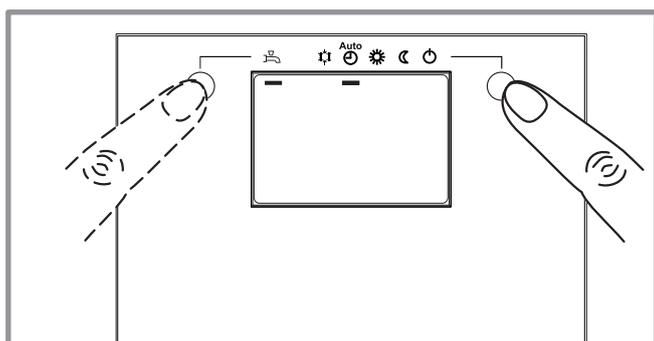

figure 6 - Sélection du régime de chauffe AUTO et puis du régime ECS (eau chaude sanitaire)
- Sélectionner le régime de chauffe "AUTO" (fig. 6).
- Sélectionner le régime ECS (fig. 6),